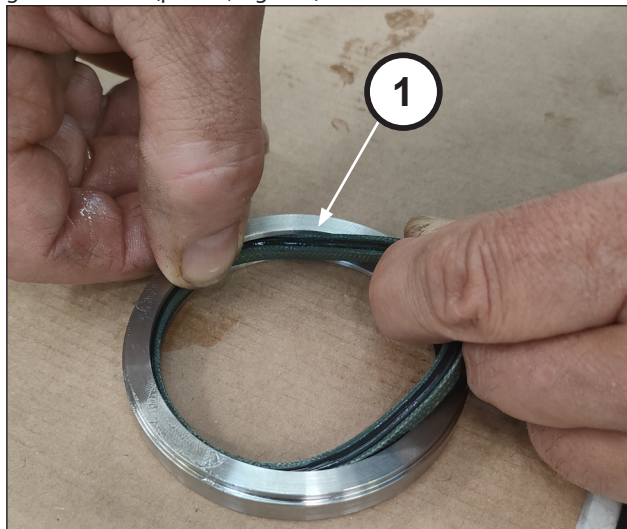

Fig. 148
Inserire la guarnizione di bassa pressione nell'anello guarnizioni LP (pos. ①, Fig. 148).